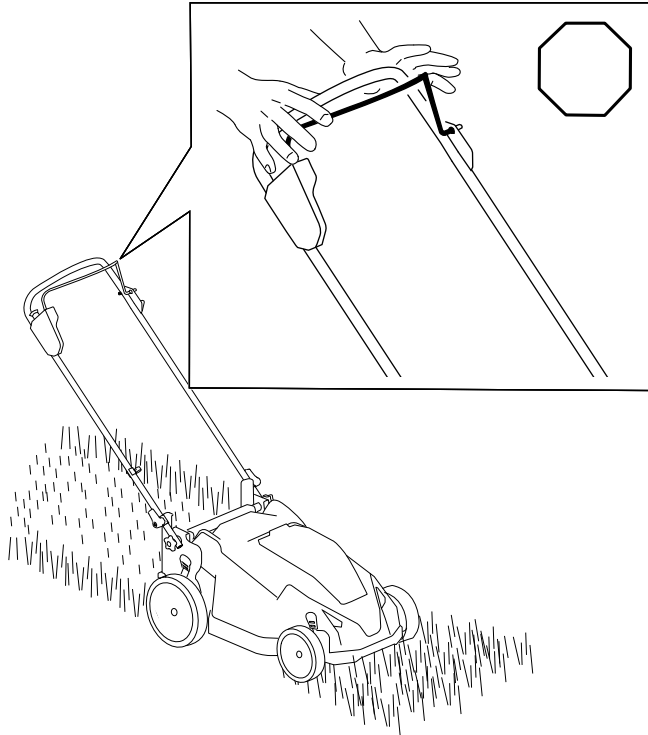

Figure 19
1. Relâchez la barre de commande de la lame (A de la Figure 19).